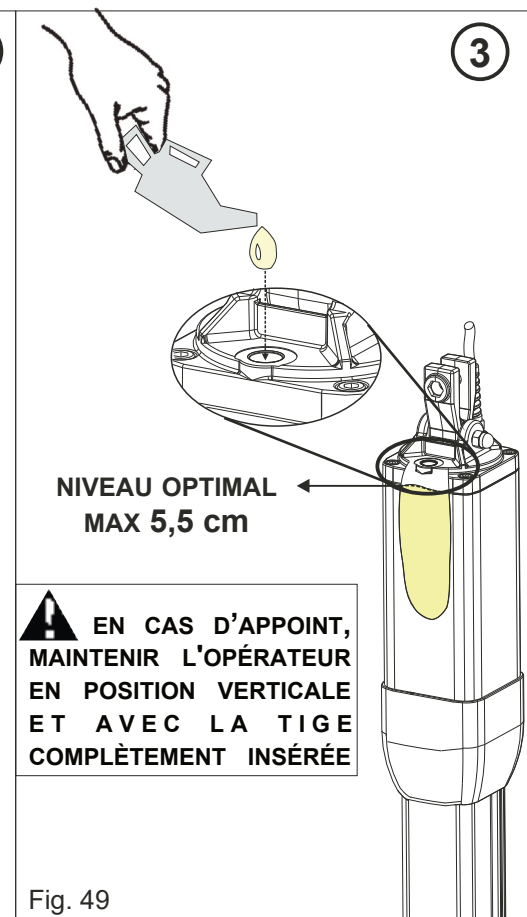
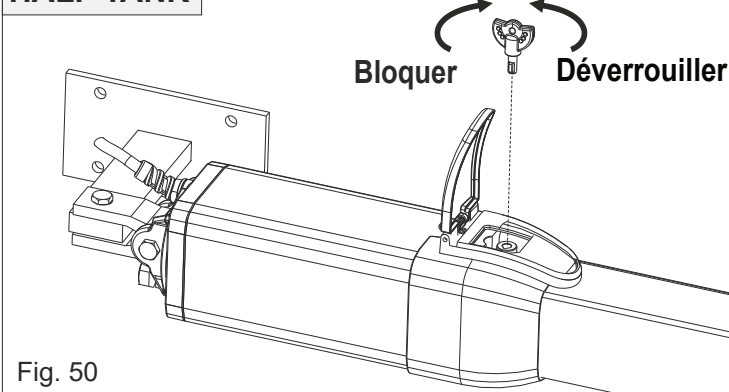
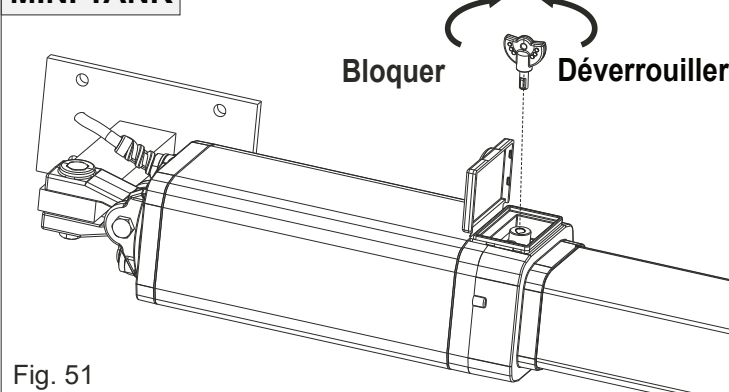

Fig. 49
Fig. 50
Fig. 51
- 1) Déverrouiller l'opérateur (selon la procédure de déverrouillage en Fig. 49 et Fig. 50)
- 1) Déverrouiller l'opérateur (selon la procédure de déverrouillage des Fig. 49 et Fig. 50)
- Insérez la clé de déverrouillage spéciale et tournez-la de 180 degrés dans le sens inverse des aiguilles d'une montre (Fig. 50 et Fig. 51)
- Insérez la clé de déverrouillage spéciale et tournez-la dans le sens des aiguilles d'une montre jusqu'à la fermeture (Fig. 50 et Fig. 51)